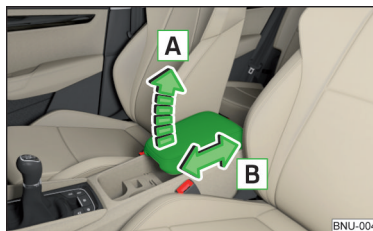

Fig. 78
- › Pentru **reglarea pe înălțime**, ridicați cotiera în sensul săgeții  într-una din cele patru poziții de fixare » fig. 78.